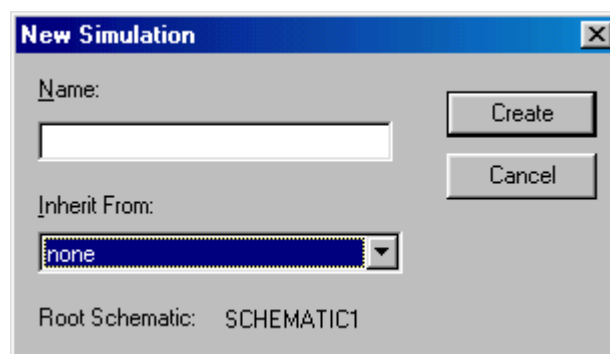

Figura 6: Ventana de diálogo New Simulation Profile.
- **New Simulation Profile** (*Nuevo fichero de simulación*). Este comando crea un nuevo fichero de simulación, es decir, donde se configura y establece el tipo de simulación a realizar. Muestra una ventana de diálogo donde se indica el nombre del fichero a crear. Ver **Figura 6**.